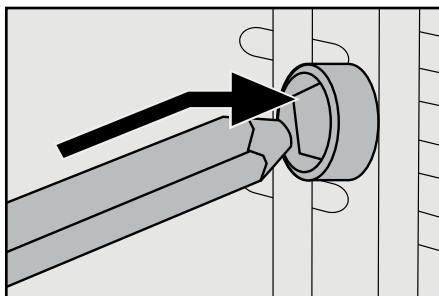

Fig. 1: Introducerea rotisorului **16** în mecanismul de antrenare **1**.
- Introduceți mai întâi capătul rotisorului **16** fără canelură în mecanismul de antrenare **1** (fig. 1):